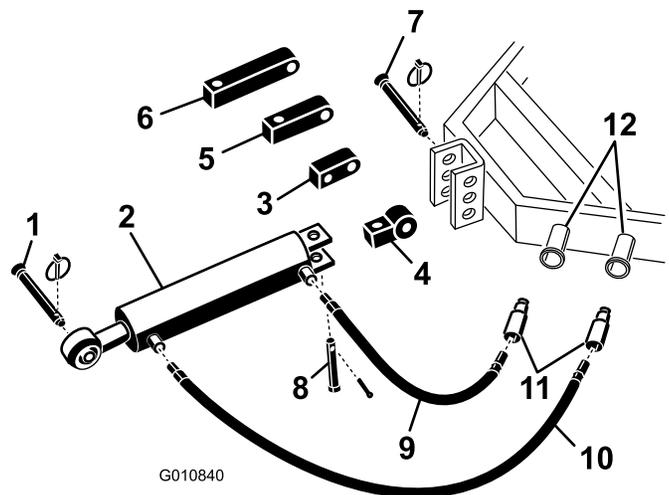

Figura 5
1. Fissate l'estremità della connessione dell'attacco idraulico superiore all'unità motrice per mezzo dei perni forniti con l'unità stessa (Figura 5). Posizionate l'attacco idraulico superiore in modo tale che l'estremità dell'attacco punti verso l'arieggiatore. I punti di collegamento sul cilindro devono essere rivolti sul lato del circuito idraulico ausiliario dell'unità motrice.
Nota: Se dovete posizionare il cilindro con i punti di connessione rivolti verso l'alto, utilizzate la staffa rotante al posto della staffa di montaggio standard (Figura 5). Si può utilizzare un raccordo idraulico da 90 gradi anziché i blocchi di rotazione (raccordi non in dotazione).
- A. Rimuovete la coppiglia e il perno che fissano l'innesto di collegamento standard al cilindro (Figura 5). Staccate l'innesto di collegamento dal cilindro.
- B. Installate la sfatta rotante sul cilindro usando il perno rimosso in precedenza (Figura 5).
2. Collegate il flessibile idraulico di 107 cm al punto di collegamento sull'attacco idraulico superiore più vicino all'arieggiatore (Figura 5). Per prevenire eventuali perdite applicate sul filetto del flessibile del nastro in Teflon o del sigillante per filetti.
3. Collegate il flessibile idraulico di 76 cm al punto di collegamento sull'attacco idraulico superiore più vicino all'unità motrice (Figura 5). Per prevenire eventuali perdite applicate sul filetto del flessibile del nastro in Teflon o del sigillante per filetti.
Se il cilindro idraulico non arriva alla staffa di montaggio dell'arieggiatore, per collegare il cilindro all'unità motrice usate un innesto di prolunga al posto dell'innesto di montaggio standard (Figura 5).
- Rimuovete la coppiglia e il perno che fissano l'innesto di collegamento standard al cilindro (Figura 5). Staccate l'innesto di collegamento dal cilindro.
- Installate l'innesto di prolunga della lunghezza desiderata sul cilindro usando i perni rimossi in precedenza (Figura 5).